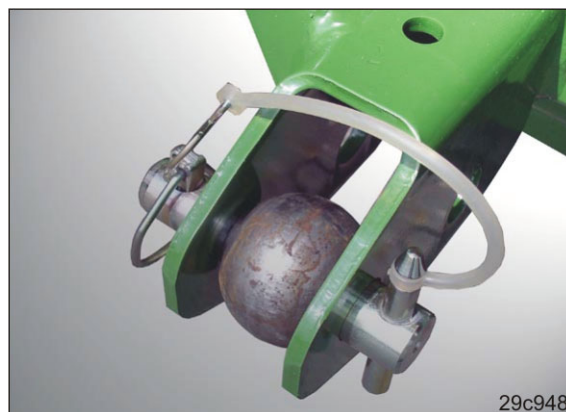

Fig. 61
1. Fastgør kuglesæderne (Fig. 61) over topstangs- og liftarmsboltene på såmaskinens trepunktstilkobling. Kuglesæderne afhænger af traktormodellen (se traktorens betjeningsvejledning).